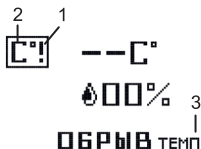

Рис. 11
Рис. 11, в блоке дополнительной информации (3) показывается текущее состояние терморегулятора. При возникновении нештатной ситуации на экране отображается мигающий символ аварийного режима(1), срабатывает реле «Авария». При этом отображается символ того датчика(2), с которым произошла авария, в данном случае не подключен датчик температуры. В блоке дополнительной информации отображается описание ошибки.